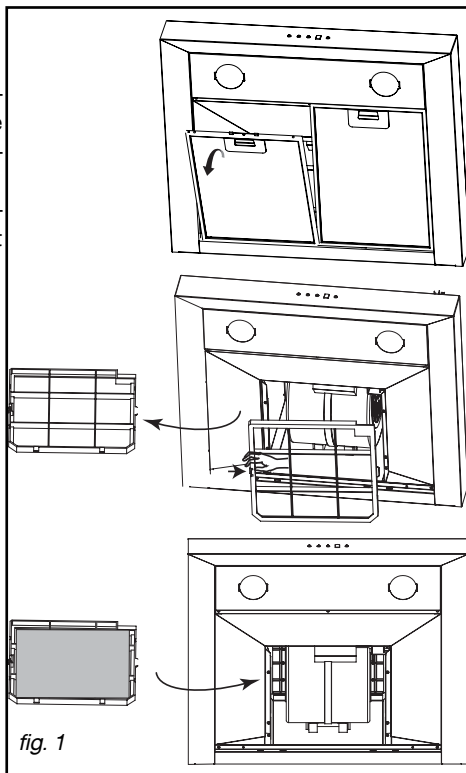

fig. 1
(fig. 1)
- Retirez le filtre cassette en le dépliant (fig. 1).